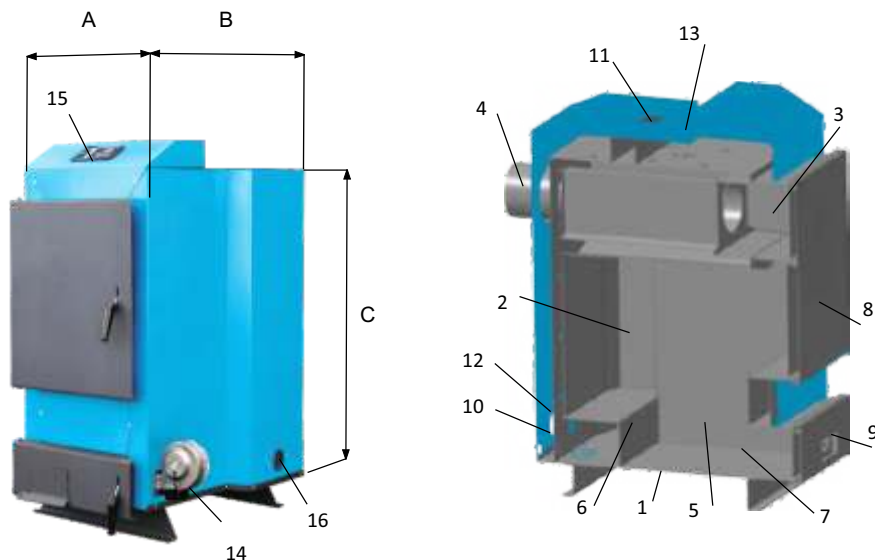

Рис. 1 Котёл «AMTEO»серия А+
4.1. Котёл (рисунок 1) состоит из: корпуса (1), топки (2), газохода (3), дымохода (4). В нижней части топки устанавливаются колосники (5) на опоры (6), зольник (7). К передней стенке корпуса котла на осях присоединяются загрузочная дверца (она же служит для обслуживания газохода) (8), дверца для обслуживания (9), патрубков обратного трубопровода (10), патрубков подающего трубопровода (11), патрубок для слива воды с котла (12), патрубок установки термодатчика (13), вентилятор (14), контроллер (15), отверстие для установки ТЭНа (16).